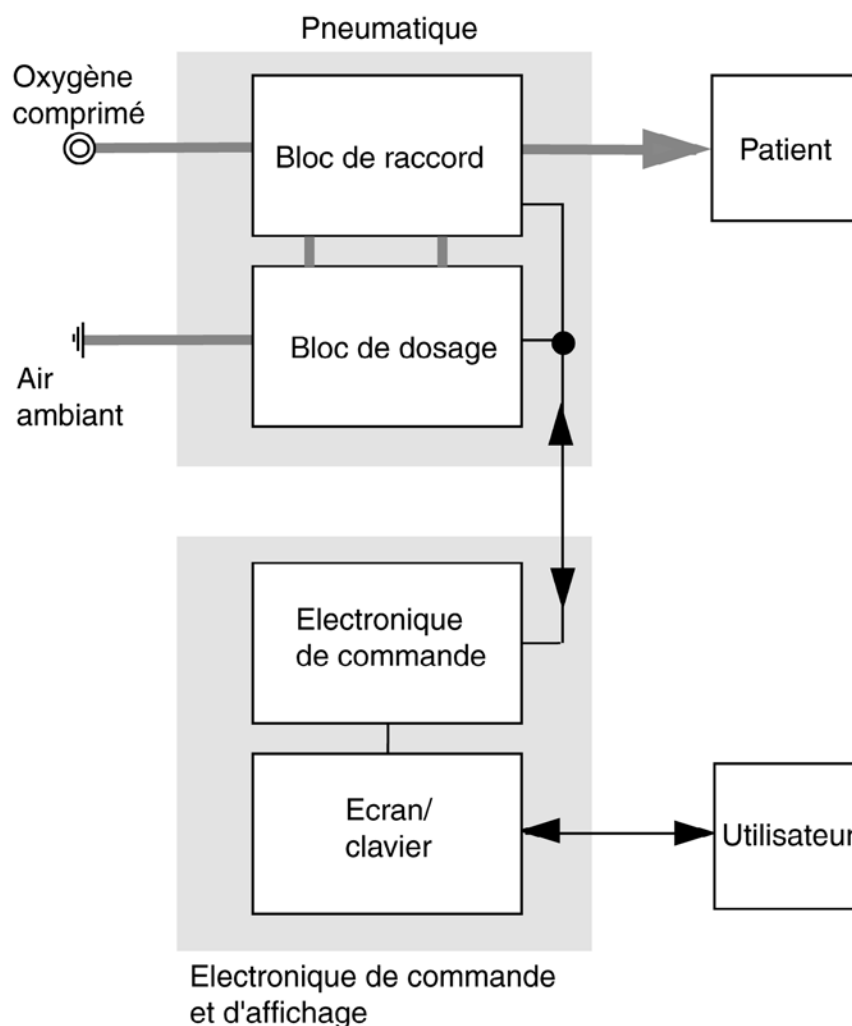

Figure 1 Principe de fonctionnement
- Oxylog 3000 se compose pour l'essentiel du circuit pneumatique avec le bloc de raccord et de dosage et de l'électronique de commande et d'affichage (Figure 1).